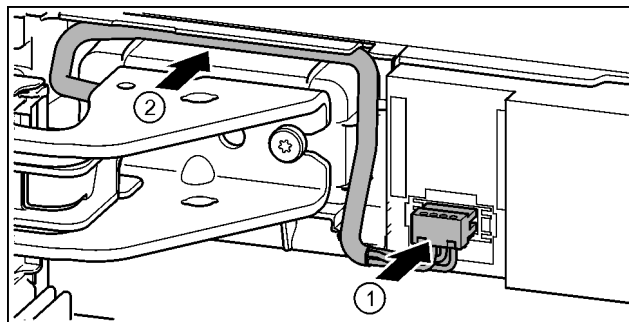

Fig. 42
- ▶ Зафіксуйте штекер над верхнім опорним кронштейном та обережно покладіть жили кабелю в канал. *Fig. 42 (1)*
- ▶ Обережно розташуйте сірий кабель в направляючій над верхнім опорним кронштейном. *Fig. 42 (2)*